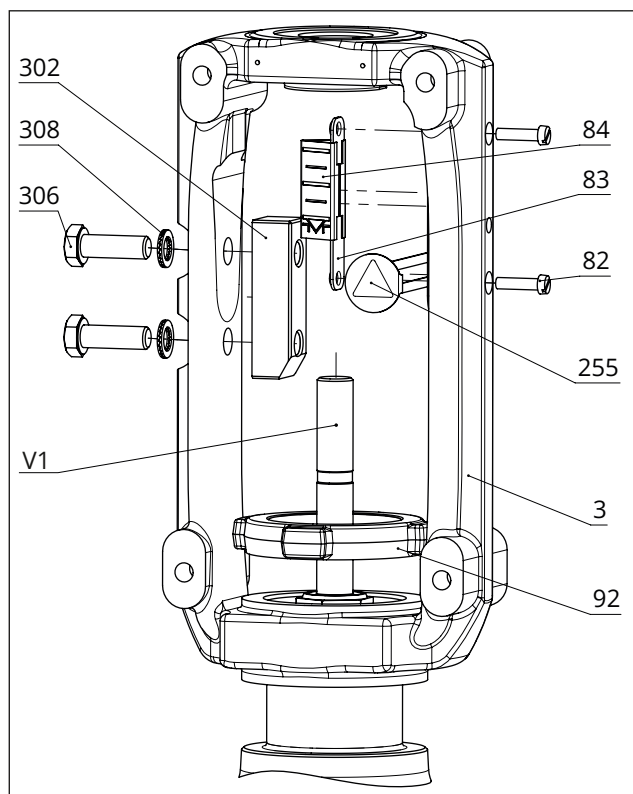
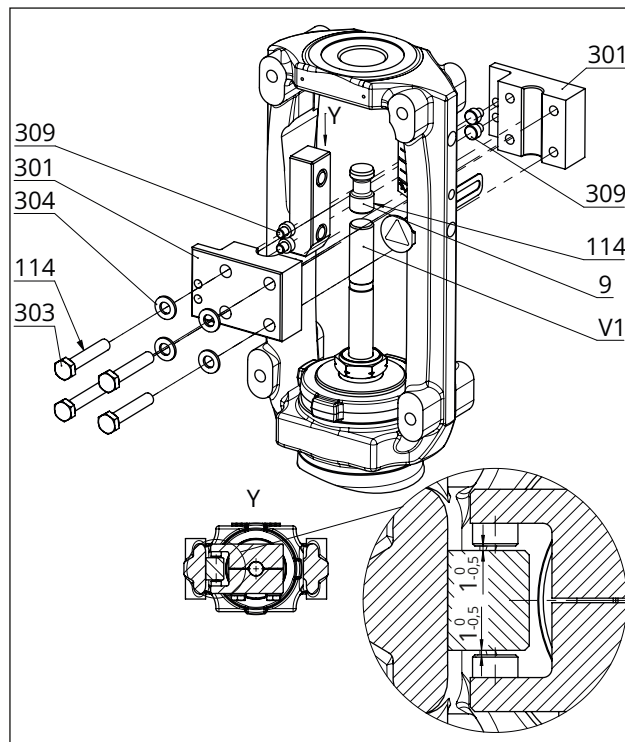

Рис. 24: Обзор монтажа узла «Рама с индикатором хода» в специальном исполнении
Рис. 25: Обзор монтажа узла «Устройство защиты от проворачивания» в специальном исполнении
См. Рис. 24 и Рис. 25
- Между скользящими шайбами и их опорными поверхностями на раме имеется номинальный зазор от 0,5 до 1 мм с каждой стороны (см. деталь Y на Рис. 25).